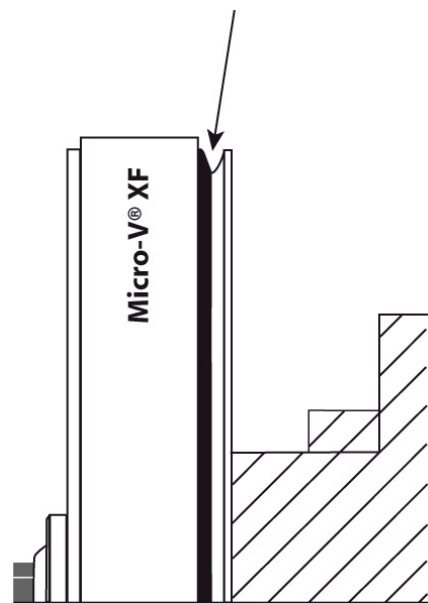

Рис. 2
- помпа гидроусилителя с электроприводом (не входит в систему привода): ремень должен быть на внешней части ролика дальше от блока двигателя (Рис. 2);
- ремень должен быть на внешней части ролика дальше от блока двигателя (Рис. 2);